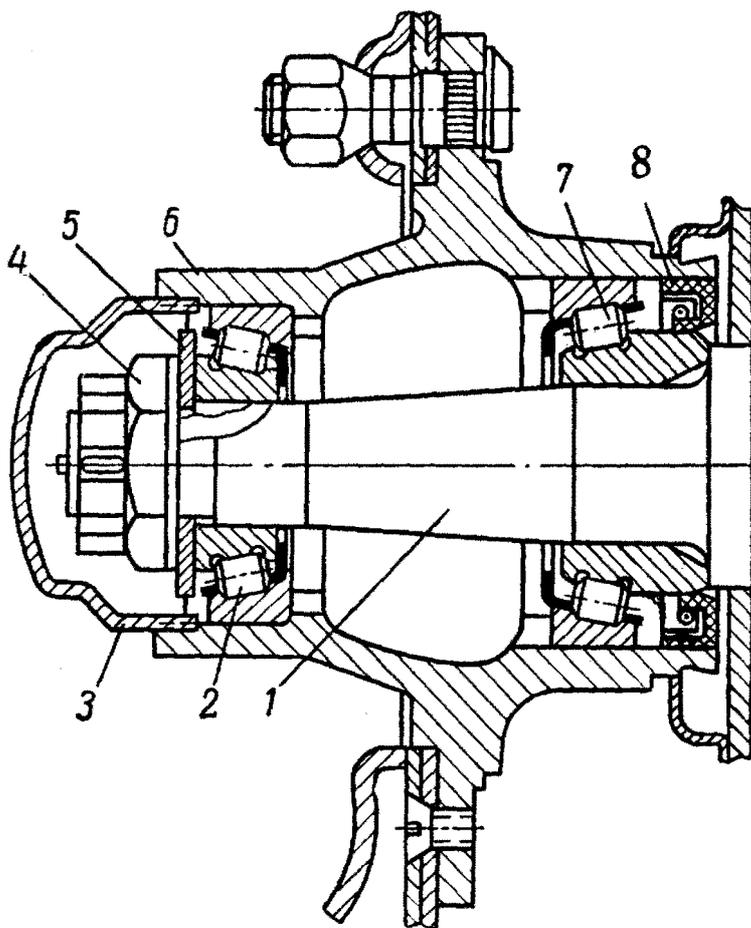

Рис. 120 Ступица переднего колеса:
**Ступицы передних колес** вращаются на двух радиально-упорных роликовых подшипниках 2 и 7, установленных на шейках поворотной цапфы 1 (рис. 120). Наружные кольца подшипников запрессованы в ступицу 6, а внутренние ставятся на цапфу с небольшим зазором. Сделано это для того, чтобы внутренние кольца постепенно проворачивались и не работали одной стороной, а также для того, чтобы можно было обеспечить нормальную затяжку подшипников при регулировке. Тугая посадка внутренних колец не допускает этого.